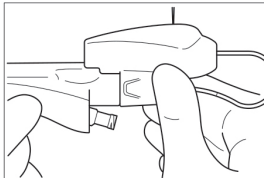
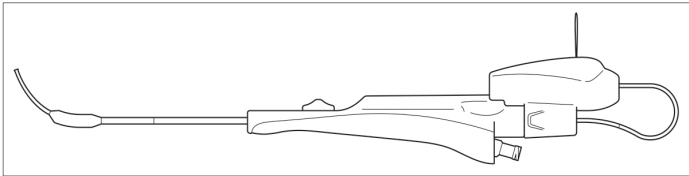

Figure 3
Figure 4
3. Monter le boîtier du LED Light Fiber sur le raccord cannelé proximal du dispositif XprESS (Figure 3). Aligner l'extrémité distale de la fibre sur celle du dispositif XprESS (Figure 4).